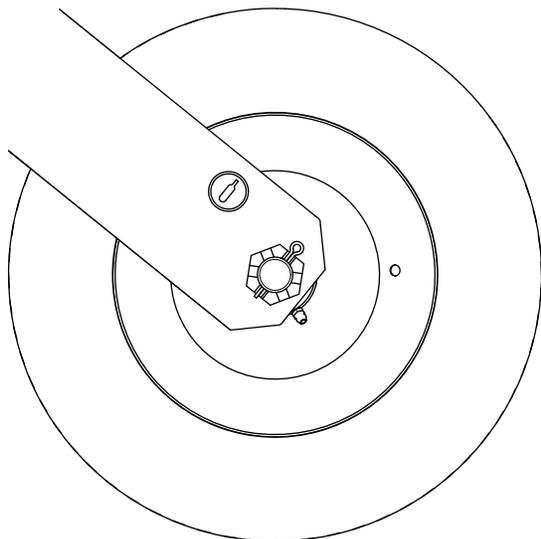

Bild 27
1. Prüfen Sie den Reifendruck (Bild 27). Dieser sollte 413 kPa betragen.